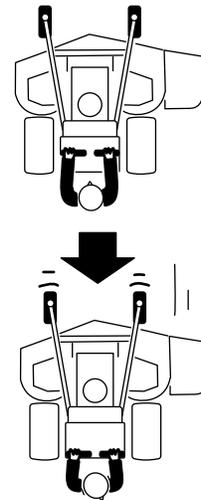

Рисунок 16
2. Медленно потяните рычаги управления движением назад (Рисунок 16).